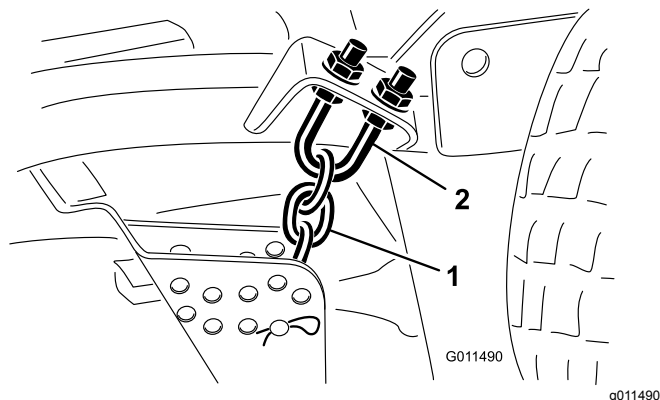

Figura 72
1. Desaperte as porcas de retenção na zona superior ou inferior da cavilha em U da correia da altura de corte (Figura 72).